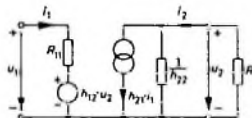

Bild 21.  $h$ -Parameter-Ersatzschaltbild mit Lastwiderstand
Aus den Vierpolgleichungen (1) für die  $h$ -Parameter ergibt sich unter Zuhilfenahme der Gleichung für den Lastwiderstand (Bild 21)  $u_2 = -i_2 \cdot R_L$  die Stromverstärkung zu